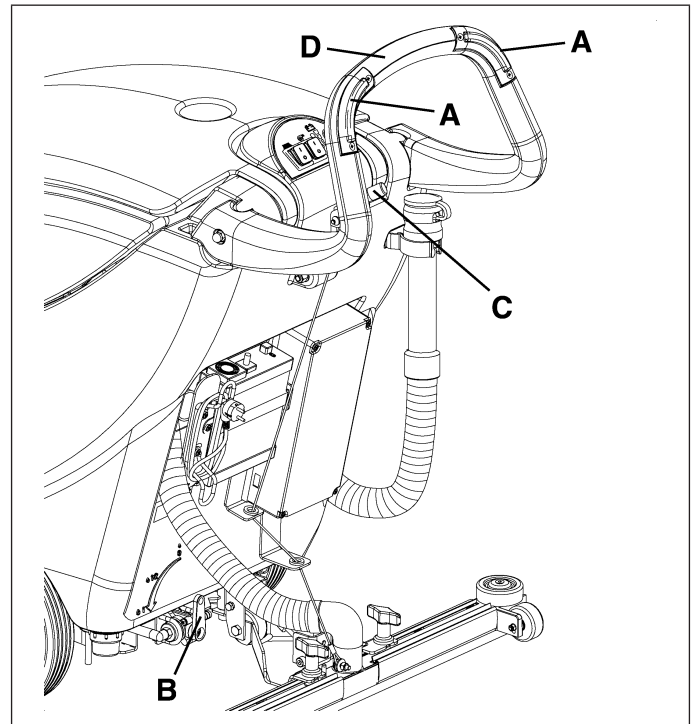

Figure 18
2. Teniendo ambas las manos sobre el manillar (D, Fig. 18), maniobrar la máquina y empezar el trabajo de lavado/secamiento del suelo.
Para evitar que el suelo se dañe: **no utilizar el cepillo/filtro en seco cuando la máquina está parada, para la rotación del cepillo soltando los interruptores (A, Fig. 18).**
Antes de levantar el cepillo/filtro, para su rotación soltando los interruptores (A, Fig. 18).
3. Si necesario, cambiar la cantidad de solución detergente que llega al cepillo/filtro mediante la palanca (B, Fig. 18).
2. Levantar la boquilla girando la palanca (C, Fig. 18) hacia arriba.